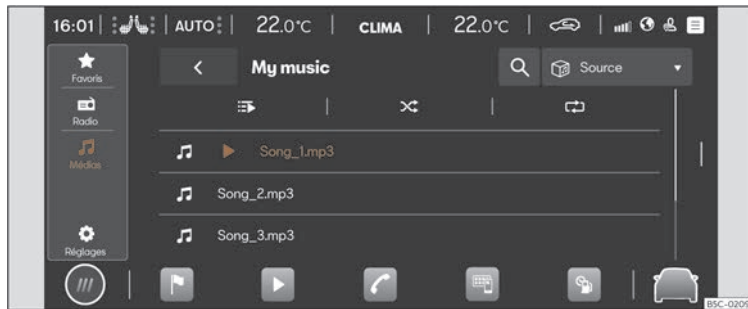

Fig. 179 Représentation schématique : Vue Multimédia.
- Appuyez sur **HOME** > ► > 🎵 >>> **fig. 179**.